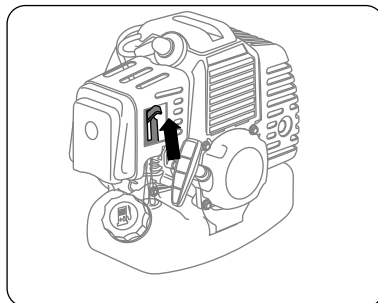

рис. 9
4. Переведите рычаг воздушной заслонки в верхнее положение – |/| «Закрыто» (рис. 9).
7. Переведите рычаг воздушной заслонки (рис. 9) в среднее положение.